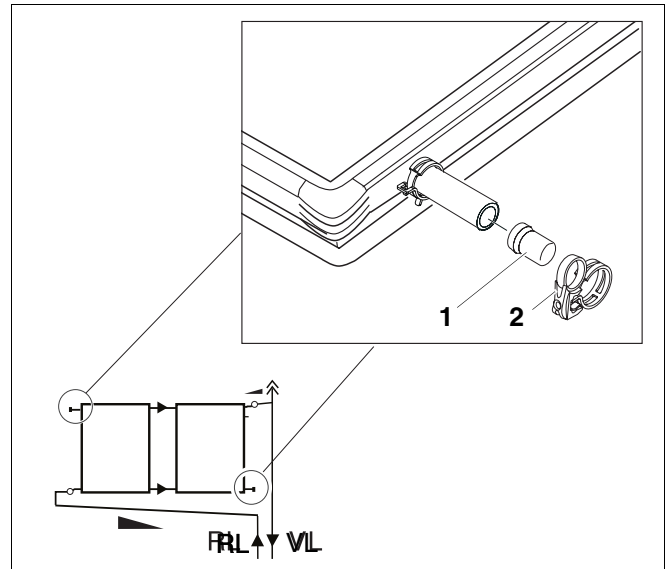

Fig. 46 Ligar o bujão cego
- ▶ Encaixe o bujão cego (Fig. 46, **Item 1**) com o primeiro ressalto na mangueira solar curta.
- ▶ Empurre a de mola (Fig. 46, **Item 2**) até ao ressalto do bujão cego (Fig. 46, **Item 1**). Estando a abraçadeira de mola correctamente assente, poderá puxar o anel de fixação azul.